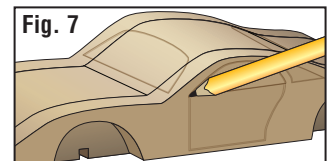

Fig. 7
- Add extra details to racer, such as door and window impressions, louvers, headlights, taillights, etc. Sketch details onto racer with a pencil. (Fig. 7)
- Ajouter des détails à voiture, tels que portes et fenêtres impressions, aération, phares, feux arrière, etc. croquis détails sur voiture avec un crayon. (Fig. 7)